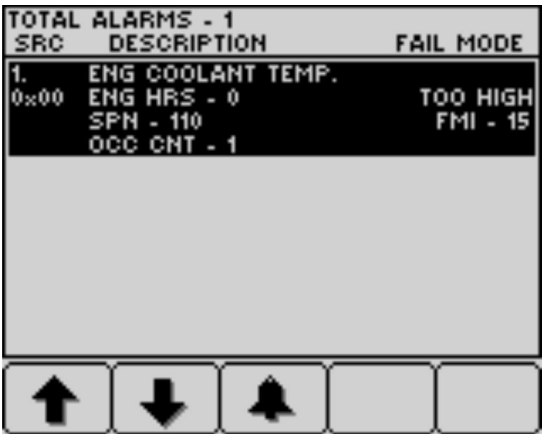

Figure 81
3. Appuyez sur les boutons 1 à 5 pour afficher la liste des anomalies actives (Figure 81).
4. Appuyez sur les boutons 1 à 5 pour afficher la liste des anomalies actives ; voir la Figure 81 sous Messages d'avertissement du moteur (page 50).